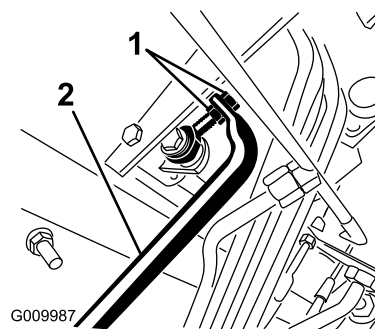

Figura 71
5. Regolate i controdadi dal lato asta della pompa per muovere in avanti il tubo di controllo della pompa ed eliminare lo spostamento in avanti, o per muoverlo indietro ed eliminare lo spostamento indietro (Figura 71).